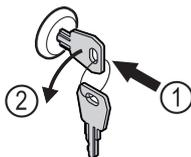

Fig. 162
- ▶ Schlüssel hineindrücken. Fig. 162 (1)
- ▶ Schlüssel um 90° gegen den Uhrzeigersinn drehen. Fig. 162 (2)